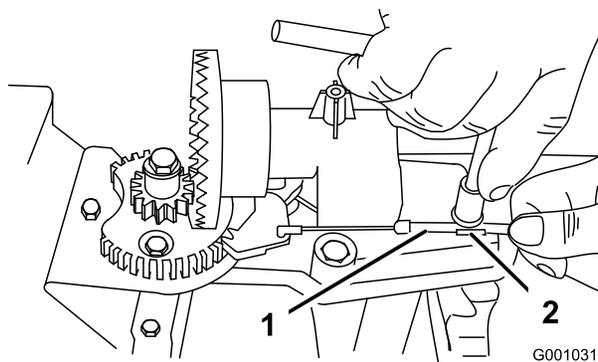
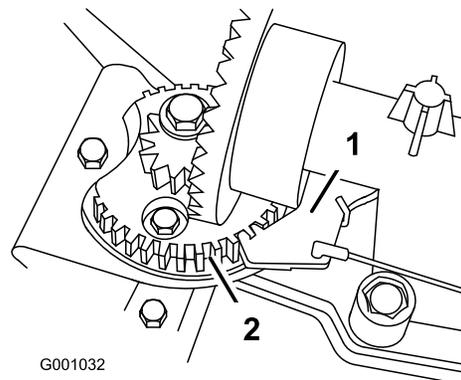

Bild 52
Bild 53
2. Lösen Sie die Schraube an der Kabelklemme (Bild 52).
ganz in die Zahnräder des Getriebes greift (Bild 52 und Bild 53).
Hinweis: Der Riegel ist gefedert und ist so konstruiert, dass er in die Zahnräder des Getriebes greift (Bild 53).